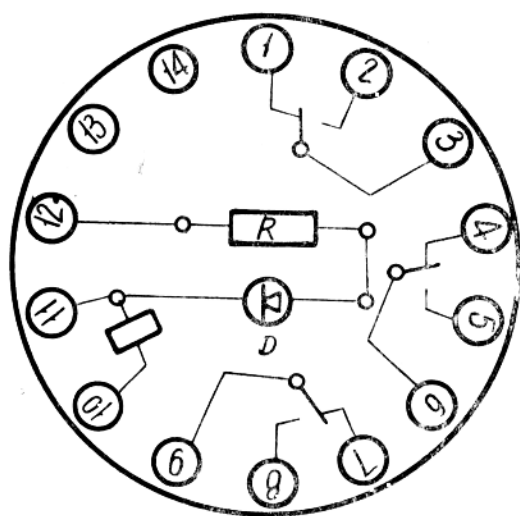

图1 继电器内部接线
继电器结构系插入件壳体，其外形尺寸，安装开孔及内部接线见附图1～3。
12、继电器寿命：①按第8条规定负荷下寿命为 10^4 次②机械寿命为 10^6 次。
13、继电器外形及安装尺寸见图2，继电器内部接线见图1。
（2）其结构为插入式，如图1所示。